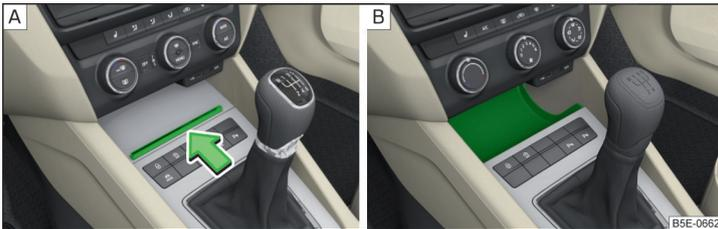

Abb. 78 Ablagefach öffnen / Nicht abschließbares Ablagefach
- > Zum **Öffnen** auf die Deckelkante in Pfeilrichtung drücken » Abb. 78 - **A**.
Bestimmte Modellausführungen verfügen über keinen Deckel des Ablagefachs » Abb. 78 - **B**.